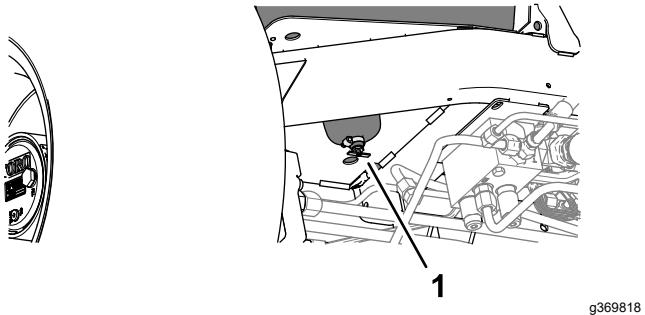

Figure 74
2. Placez un bac de vidange sous la vanne de vidange au fond du réservoir de carburant (Figure 74).